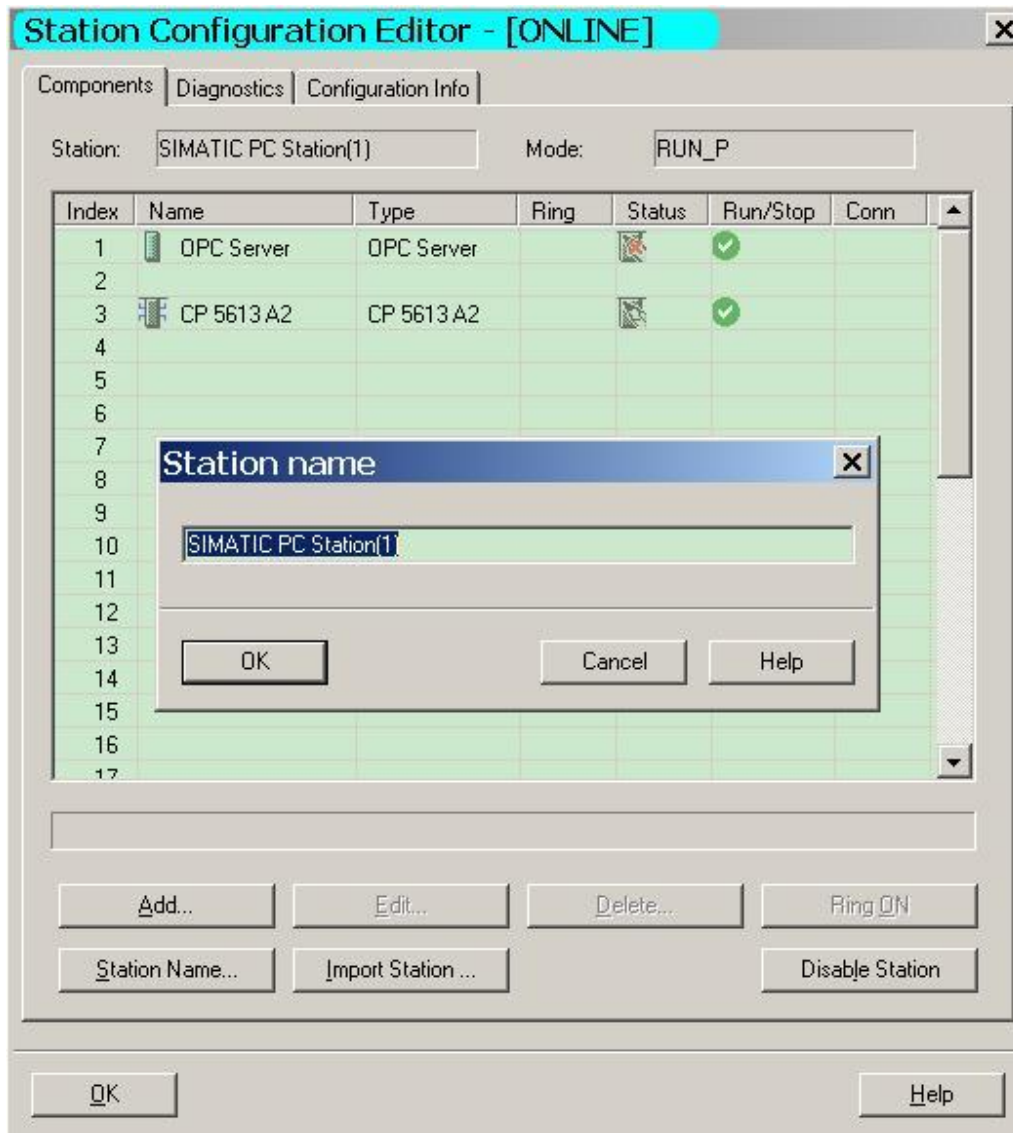

图 7 设置 Station Name
5. 更改 Station Name，该名称应与后面组态的 PC Station 站名称一致。本例中采用 STEP7 中 PC Station 站点默认名称 SIMATIC PC Station(1)，如图 7。
1. 打开 SIMATIC Manager，通过 File→New 创建一个新项目，通过 Insert >Station >Simatic PC Station 插入一个 PC 站，注意站名要与图 7 中 Station Configuration Editor 中所命名的 Station Name 一致，即命名为“SIMATIC PC Station(1)”，如图 9。